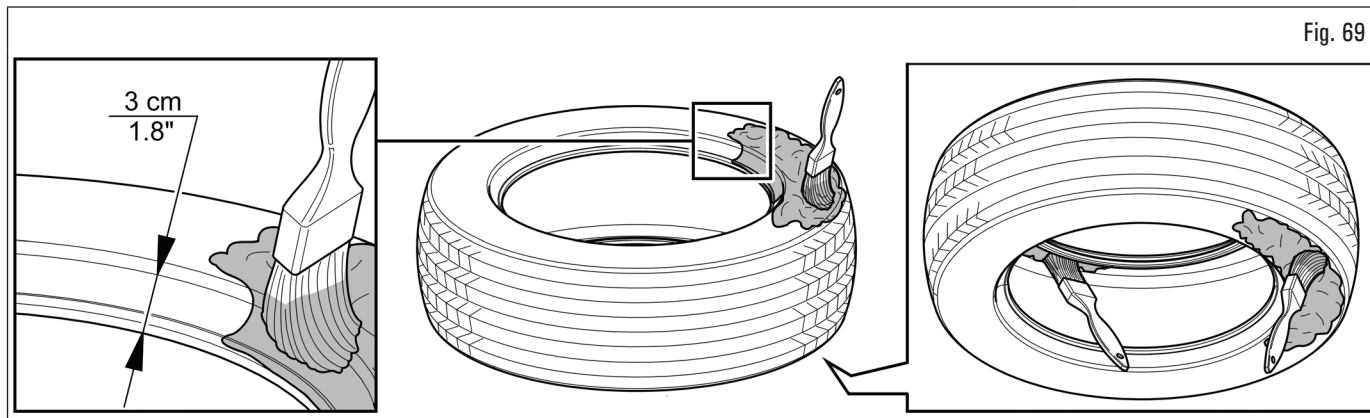

Fig. 69
1. lubrique abundantemente el neumático, que debe estar montado, en ambos talones y en la parte superior, tanto en el exterior como, al menos, a 3 cm (1,18") del talón, en el interior (Fig. 69);